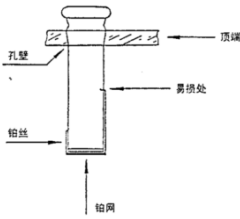

图 9
1、 当要拆卸阴极室时，因为铂金丝和铂金网是从阴极室的磨口连接部分的横截面上伸出，所以应注意不要碰到滴定池的顶端和孔壁（如下图 9）。